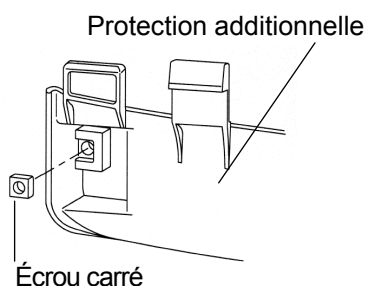

Fig.2
1. Insérer l'écrou carré dans la protection additionnelle comme indiqué fig. 2.